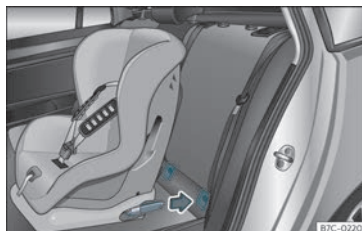

Fig. 26 Seients posteriors: col·locació del seient per a nens amb sistema ISOFIX.
- Enganxeu el seient per a nens a les argolles de subjecció "ISOFIX/iSize" i fins que s'encastin bé d'una manera audible >>> **fig. 26**. Si el seient per a nens disposa d'ancoratge Top Tether*, connecteu-lo a l'anella respectiva >>> pàg. 38. Seguiu les instruccions del fabricant.